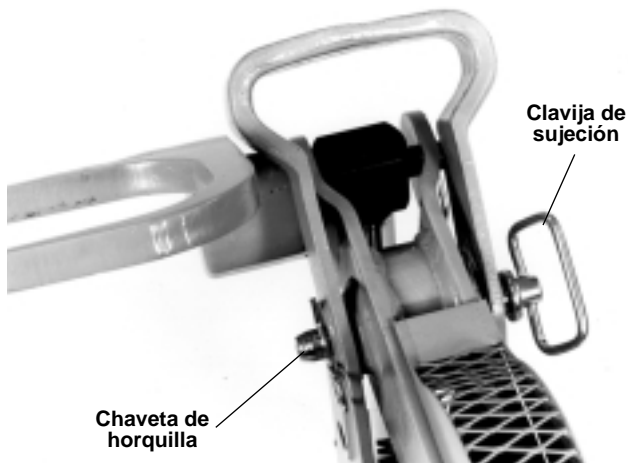
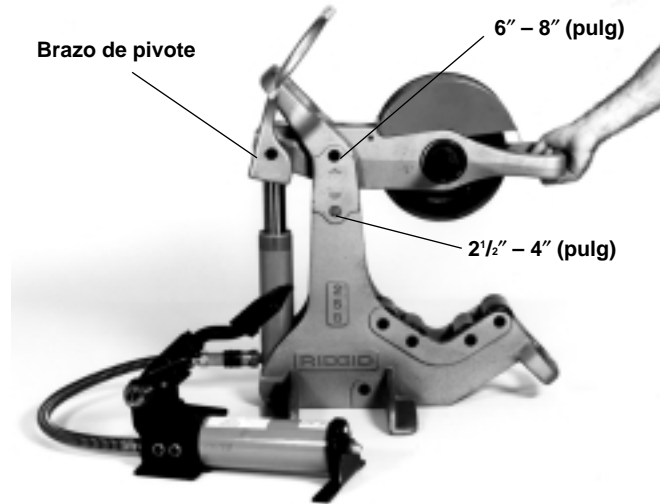

Figura 9 – Extracción de la chaveta de horquilla y la clavija de sujeción
Figura 10 – Regulación del brazo de pivote
- a. Extraiga la chaveta de horquilla y la clavija de sujeción fuera del brazo de pivote (Figura 9). Mueva el brazo de pivote al agujero marcado (6" - 8") 6 a 8 pulgadas. (CONSEJO: Accione la bomba de pie para elevar el brazo de pivote.) Alinee el agujero en el brazo de pivote con el agujero en el bastidor del Cortatubos, luego inserte la chaveta de horquilla y la clavija de sujeción. Emplee el mango en el extremo delantero del brazo de pivote para cambiar de posición (Figura 10).